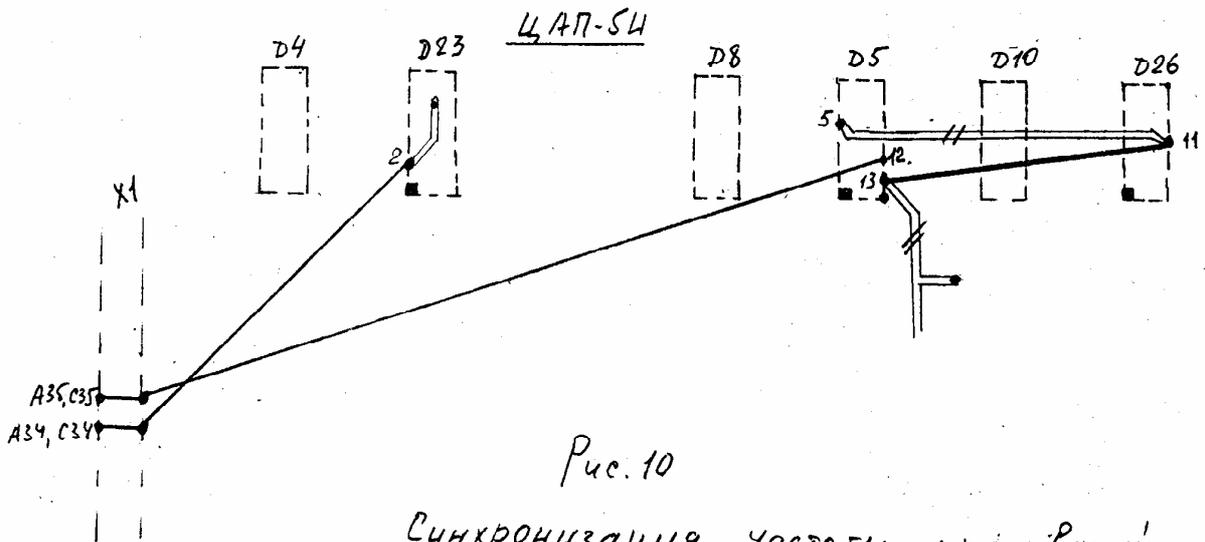

Рис. 10
8.1.3. Для совместной работы двух блоков ЦАП–5И, устанавливаемых на втором и третьем платоместе, делается доработка в обоих блоках по рис. 10 с целью синхронизировать частоту прерываний (станки ЛР395, 2204).